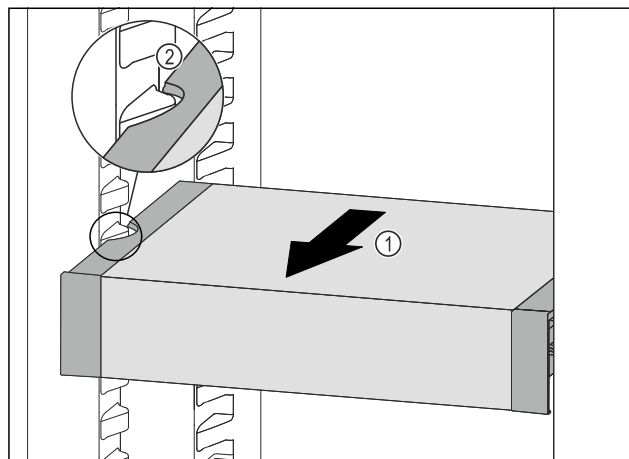

Fig. 102
- ▶ Predal VarioSafe povlecite naprej Fig. 102 (1), dokler nista stranska izreza predala VarioSafe na višini nastavka za posodo v hladilniku. Fig. 102 (2)